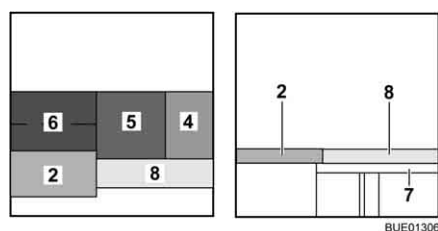

Fig. 133 Après la transformation
- Placer le coussin d'assise (Fig. 133,5) au centre.
- Placer le coussin de dossier (Fig. 133,4) entre le coussin d'assise et la cloison.
- Accrocher la rallonge latérale de lit (Fig. 133,7) dans les supports sur les coffres de banquette.
- Placer le coussin supplémentaire (Fig. 133,8) sur la rallonge latérale de lit.